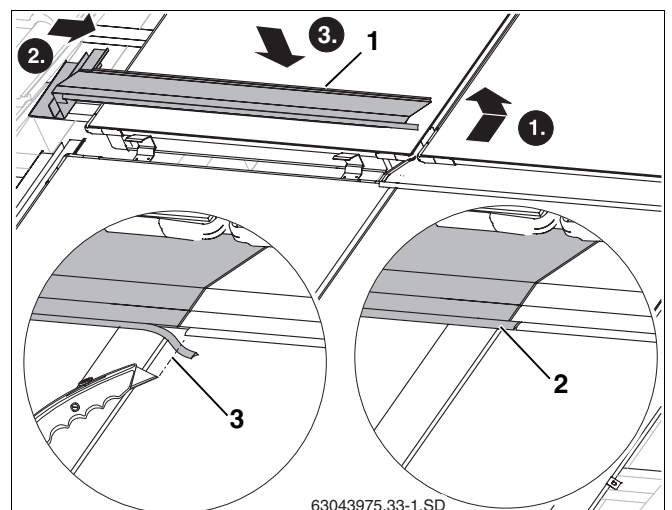

Abb. 54 Linkes mittlere Abdeckblech auflegen
- Aufkantung des linken Abdeckbleches (Abb. 54, **Pos. 1**) wie beim rechten Abdeckblech in die Griffmulde des Kollektorrahmens legen.
- Gummilippe soweit kürzen (Abb. 54, **Pos. 3**), dass es an die Gummilippe des rechten Abdeckbleches stößt.
- Gummilippe des linken Abdeckbleches auf den Falz des rechten Abdeckblech stecken (Abb. 54, **Pos. 2**).
- Gummilippe soweit kürzen (Abb. 54, **Pos. 3**), dass sie an die Gummilippe des rechten Abdeckbleches stößt .